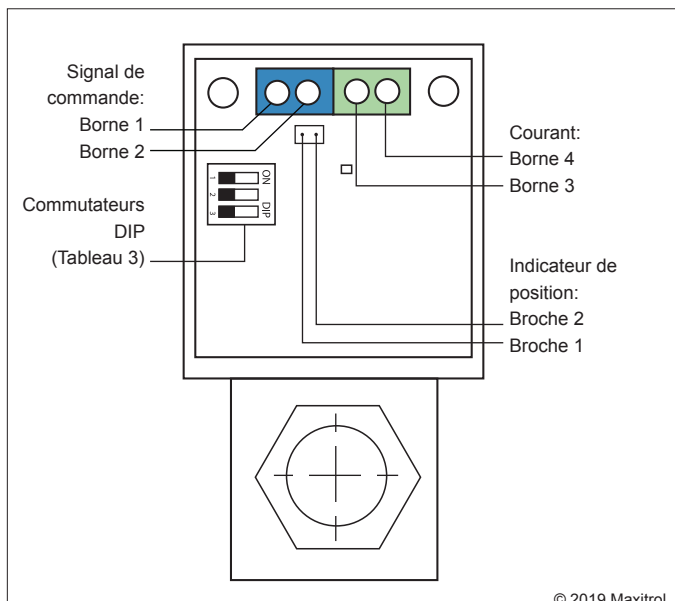

Figure 2: Connexions de la Série de Vannes Modulantes EXA
Il y a six raccords électriques sur la vanne EXA. Deux (2) sont pour l'alimentation, deux (2) sont pour le signal de commande et deux (2) sont pour le contrôle de position (voir figure 2, page 2).
Un commutateur DIP à trois (3) positions est situé sur la carte de circuit imprimé (PCB) (voir Figure 2). Sélectionner le type de signal en changeant la position des commutateurs DIP. (Pour la position du commutateur DIP et les gammes de courant/tension correspondantes, voir le Tableau 3).
- Étape 3: Raccorder la source de courant coupée 24V (CA/CC) aux bornes 3 et 4. Observer la polarité lorsqu'on utilise une source de courant CC ou si une jambe d'un transformateur CA secondaire est mis à la terre extérieurement ou bien si partage la courant avec un autre dispositif demi-onde (voir figure 2, page 2).
- Étape 5: Connecter le signal de commande aux bornes 1 et 2. Observer la polarité. Noter que le retour, ou la masse du signal, doit être connecté à la borne 2 (voir figure 2, page 2).